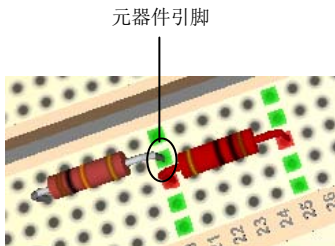

图 10-10 省去一根跳线方法
8) 元器件摆放技巧：若两个元器件的引脚要连接在一起，可以把两个元器件的各一个引脚，插入到相互连通的插孔上，这样做可以省去一根跳线，电路板上显得简洁明了，如图 10-10 所示。